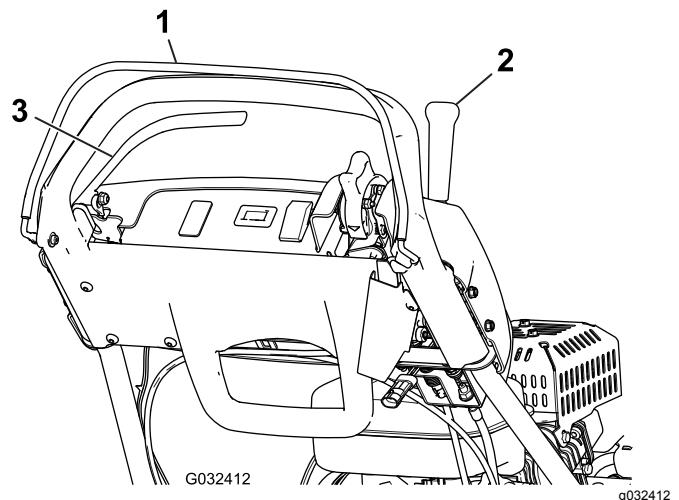

Figura 31
- Con el CPO quitado, intente engranar la palanca de tracción (Figura 31). La palanca de tracción no debe engranarse. Si la palanca de tracción se engrana, es necesario ajustar el sistema de interruptores de seguridad. Corrija el problema antes de usar la máquina; consulte Mantenimiento del interruptor de seguridad de la tracción (página 31).
- Con el CPO apretado y la palanca de tracción engranada, suelte el CPO (Figura 31). La palanca de tracción debe desengranarse. Si la palanca de tracción no se desengrana, es necesario ajustar el sistema de interruptores de seguridad. Corrija el problema antes de usar la máquina; consulte Mantenimiento del interruptor de seguridad de la tracción (página 31) o Ajuste del sistema de interruptores de seguridad (página 31).
- Con el CPO apretado y la palanca de cambios hacia la izquierda, engrane la tracción y el molinete, y suelte el CPO (Figura 31). La palanca de tracción debe desengranarse. Si la palanca de tracción no se desengrana, es necesario ajustar el sistema de interruptores de seguridad. Corrija el problema antes de usar la máquina; consulte Mantenimiento del interruptor de seguridad de la tracción (página 31) o Ajuste del control del molinete (página 35).
- Con el CPO presionado y la palanca de cambios hacia la izquierda para engranar la tracción y el molinete, mueva la palanca de cambios a la derecha para desengranar la transmisión del molinete (Figura 31). La transmisión del molinete debe desengranarse. Si la transmisión del molinete no se desengrana, es necesario ajustar el sistema de interruptores de seguridad. Corrija el problema antes de usar la máquina; consulte Ajuste del control del molinete (página 35).
2. Con el CPO apretado, la palanca de tracción engranada y los controles del motor en la posición de arranque (Figura 31). Intente arrancar el motor. El motor no debe arrancar. Si el motor arranca, es necesario ajustar el interruptor de seguridad. Corrija el problema antes de usar la máquina. Consulte Mantenimiento del interruptor de seguridad de la tracción (página 31).
2. Con la palanca de tracción desengranada, el freno de servicio puesto y los controles del motor en la posición de arranque (Figura 31), intente arrancar el motor. El motor debe arrancar. Si el motor no arranca, es necesario ajustar el interruptor de seguridad. Corrija el problema antes de usar la máquina; consulte (página).
3. Con el motor en marcha, ponga el freno de servicio (no el freno de estacionamiento), apriete el CPO y engrane la palanca de tracción (Figura 31). El motor debe trabajar para superar el efecto del freno, pero no debe pararse. Si el motor se para inmediatamente, es necesario ajustar el interruptor de seguridad. Corrija el problema antes de usar la máquina; consulte (página).
4. Con el motor en marcha, ponga el seguro del freno de estacionamiento, apriete el CPO y engrane la palanca de tracción (Figura 31). El motor debe pararse. Si el motor no se para, es necesario ajustar el interruptor de seguridad. Corrija el problema antes de usar la máquina; consulte (página).